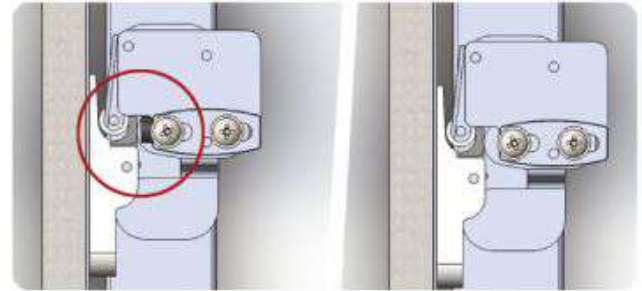

Рис.1. - Ограничитель замка.
3. Отклеить ограничители замка (Рис.1.).